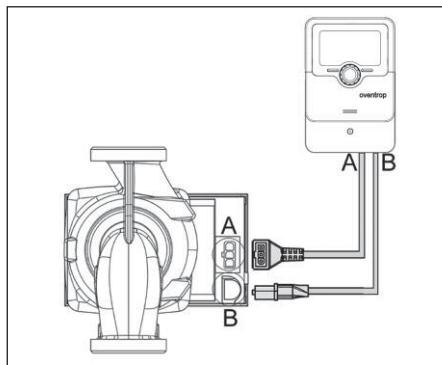

Fig. 6.3 Cavo di collegamento pompa ad alta efficienza (esempio con pompa Wilo)
- Portare il cavo della pompa verso il basso e collegare alla regolazione secondo le indicazioni contenute nel relativo manuale d'istruzione del produttore di impianti solari. Per pompe dotate di cavo di collegamento con connettore si veda fig. 6.3.